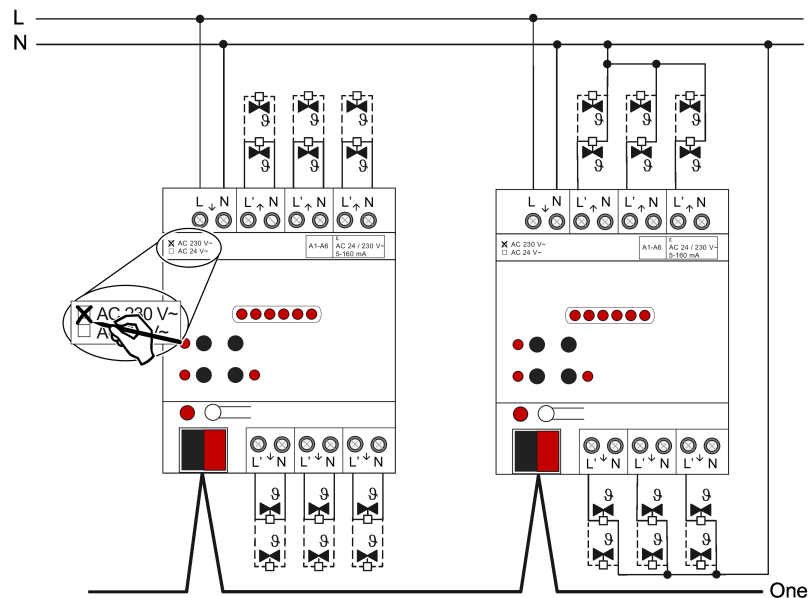

Figura 3: Conexión para actuadores de válvula AC 230 V (ejemplos de conexión)
- Conectar los actuadores de válvula AC 230 V según el plano de conexiones (véase figura 3). Los conductores neutros de los actuadores de válvula se pueden conectar, bien directamente a los terminales N de las salidas del actuador de calefacción (ejemplo de conexión izquierda), o alternativamente de forma conjunta a un potencial N adecuado (p.ej. terminal de conductor N en el